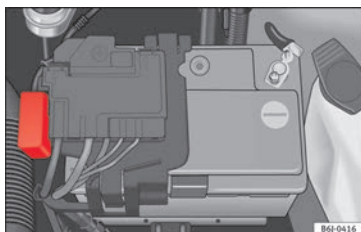

Fig. 40
- Premere le linguette di blocco per sbloccare il coperchio della scatola dei fusibili » **fig. 40**.